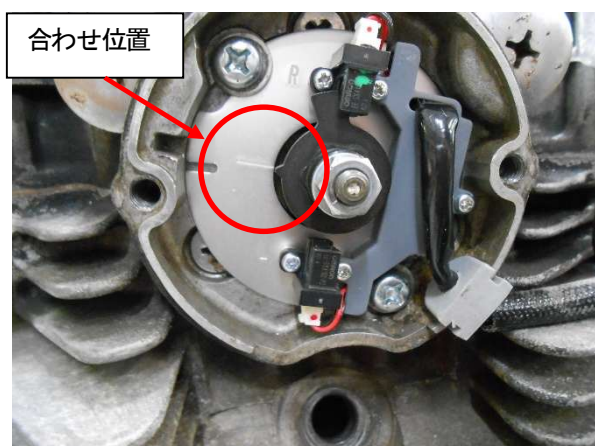

図5、タイミングプレートの本締め
- ⑥タイミングプレートタイミングロータとの位置を合わせ本締めして下さい(図5)。
- ⑦9ページ「プラグコードコネクタ装着方法」に従ってプラグコードを SP2 コイルに装着して下さい。プラグコード／キャップはリーク防止のため、新品又は良品を使用して下さい。